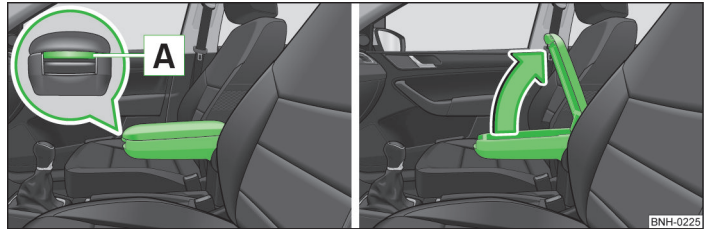

Abb. 54 Ablagefach öffnen
- Die Taste **A** im vorderen Bereich der Armlehne drücken » Abb. 54.
- Den Deckel des Ablagefachs entgegen der Pfeilrichtung zurückklappen » Abb. 54, bis er hörbar einrastet.